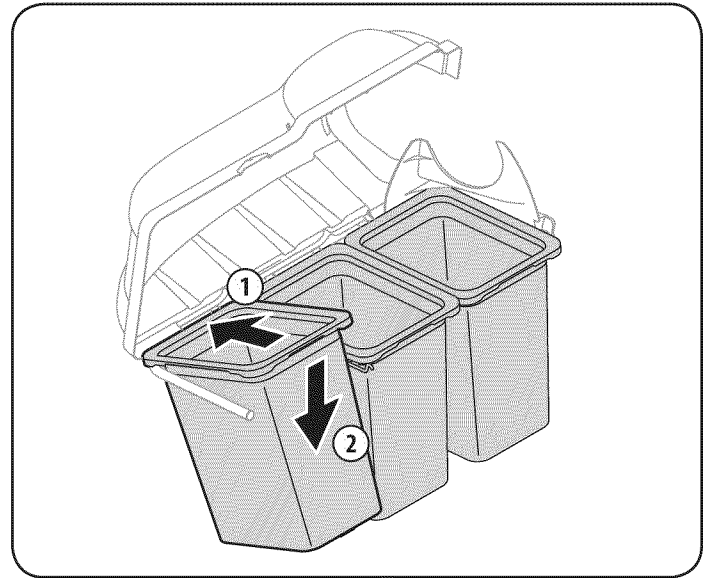

Figure 38
7. Instale los cubos en su unidad de soporte insertando primero el borde delantero (1), como se ve en la Figure 38, y bajando el borde posterior hasta que calce en la unidad.